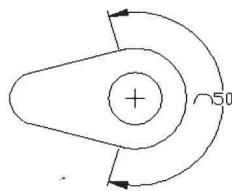

图 7-3-11
- (1) 在“注释”面板中单击“弧长”按钮 C ，或者选择菜单命令“标注/弧长”。
- (2) 单击视图中的圆弧，移动鼠标拖出弧长标注线，在适当的位置单击以指定弧长标注位置，如图7-3-11所示。